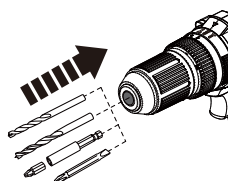

Fig. 2
- > Insérez le foret jusqu'en butée (Fig. 2). Pour les forets plus petits, assurez-vous d'avoir une longueur suffisante pour travailler. Si vous utilisez un embout de vissage de 25 mm, insérez-le dans un porte-embout.